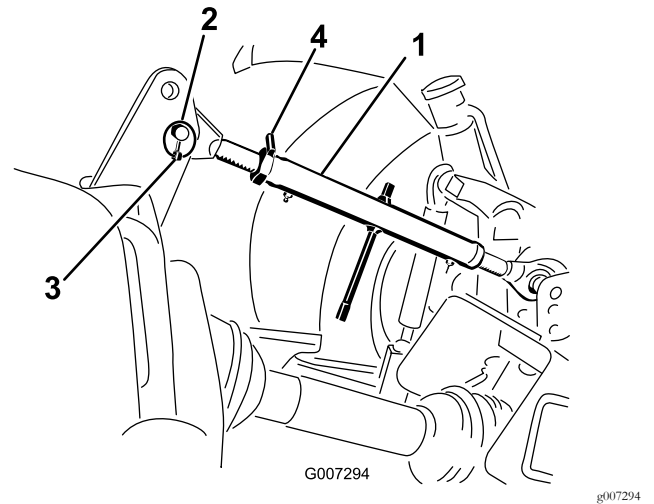

图8
1. 将上连杆连接到支架中的下孔并用连杆销和保险销将其固定 图8。
3. 旋转上连杆将其紧固。对其进行调节直至打孔机机架前端与水平变成 90° 图8。